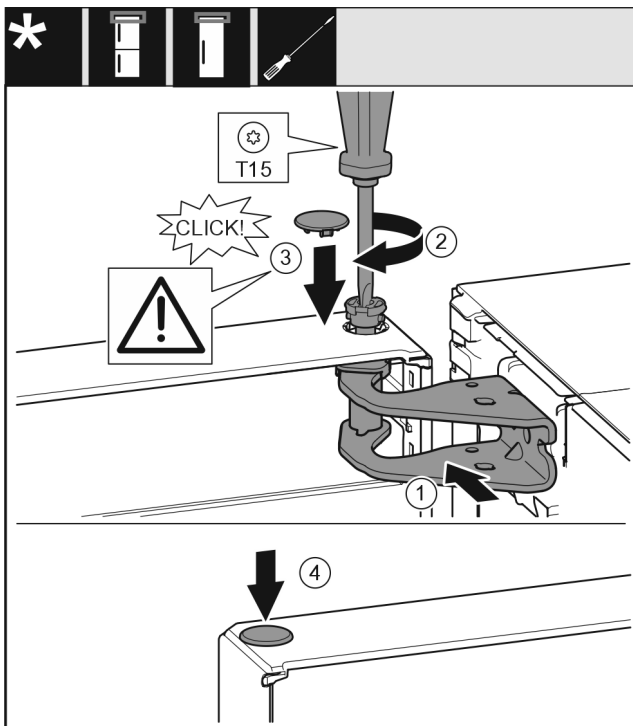

Fig. 21
- ▶ Rikta in dörren upptill så att den passar öppningen i lagerbocken. Fig. 21 (1)
- ▶ Sätt in stiftet Fig. 21 (2) och skruva fast med skruvmejseln.
- ▶ Montera säkringsskyddet Fig. 21 (3) som säkrar dörren: Sätt in säkringsskyddet och kontrollera att det ligger på dörren. Sätt annars in stiftet helt.
- ▶ Sätt in pluggen Fig. 21 (4).